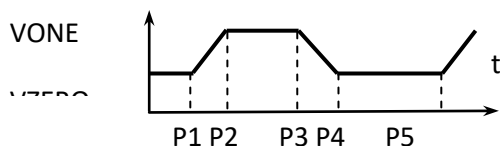

Рис. 6.18. Модель импульса
При моделировании в схеме фильтров (рис. 6.8) вместо источника синусоидального сигнала включите источник импульсного сигнала Pulse Source. Для любого источника используется модель импульса (рис. 6.18), в которой можно
2) На графиках (рис. 6.17 и рис. 6.18) сделайте геометрические построения для определения постоянных времени фильтров по экспериментальным данным.